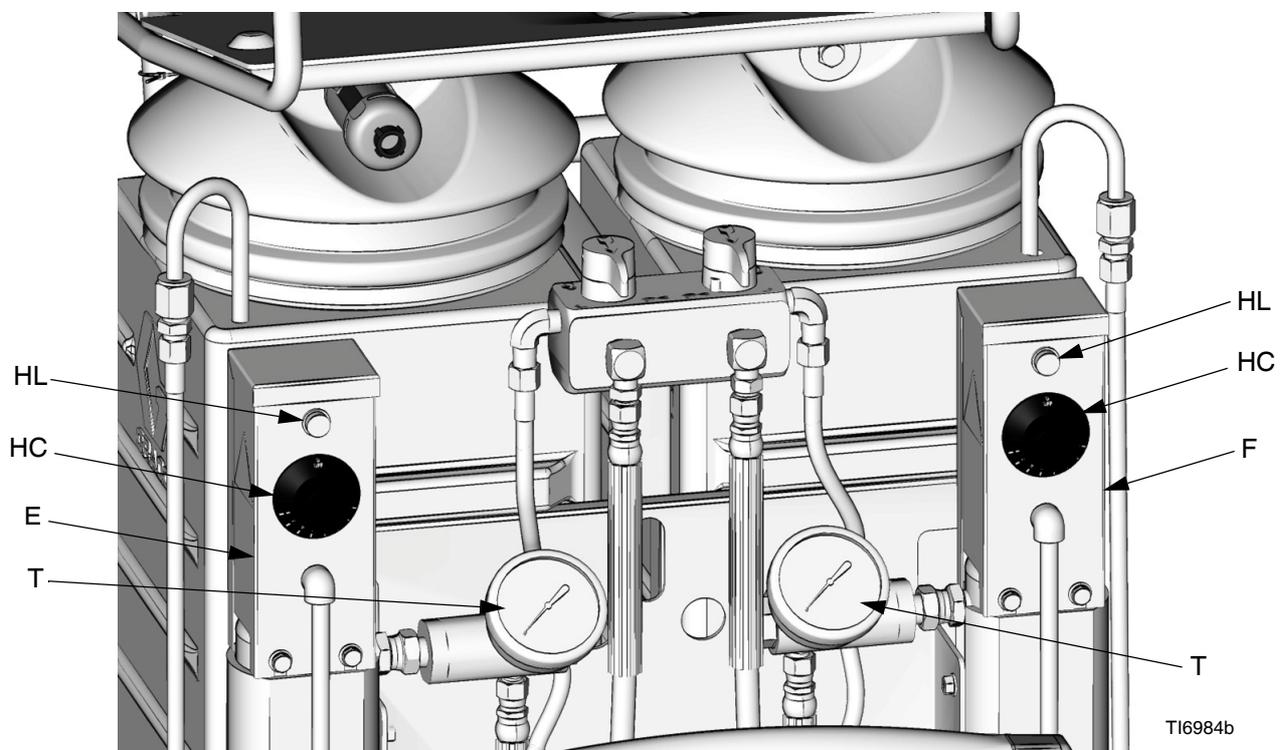

FIG. 4. Régulation de la température de réchauffeur
Voir FIG. 4. Les boutons de régulation (HC) permettent de régler la température des réchauffeurs de composants A et B. Les voyants d'indicateur (HL) s'allument quand les thermostats chauffent et s'éteignent dès qu'ils atteignent le point de réglage. Présent uniquement sur les unités chauffées.